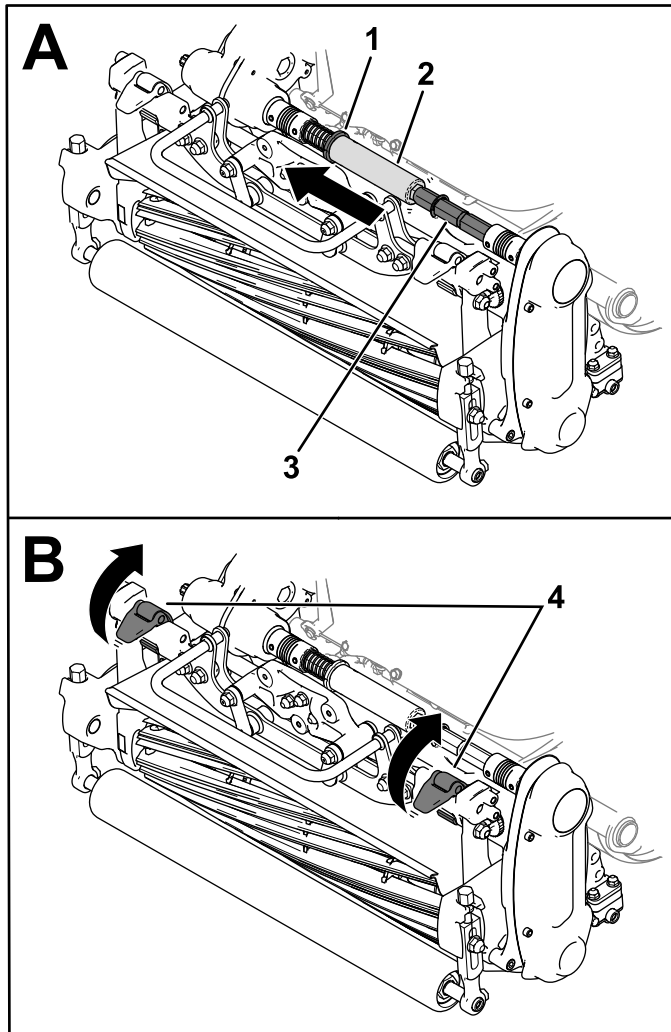

図 28
3. カラー (図 28) をトランスミッションシャフトの溝に移動する。
4. 六角チューブをスライドさせてカッティングユニットカプラーシャフトから外す (図 28)。
5. サスペンションラッチを上移動して、カッティングユニットをマシンから取り外す (図 28)。